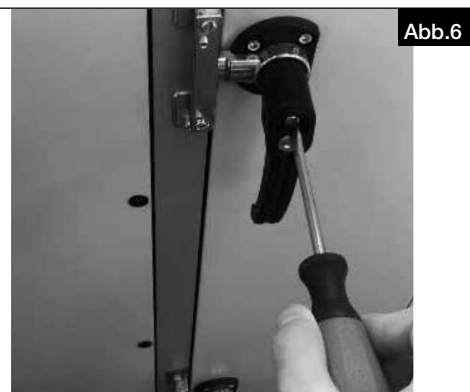

Abb.6
1. Die Türgriffe auf der Zugangsseite positionieren und mit Schrauben fest anschrauben (s. Abb.6).